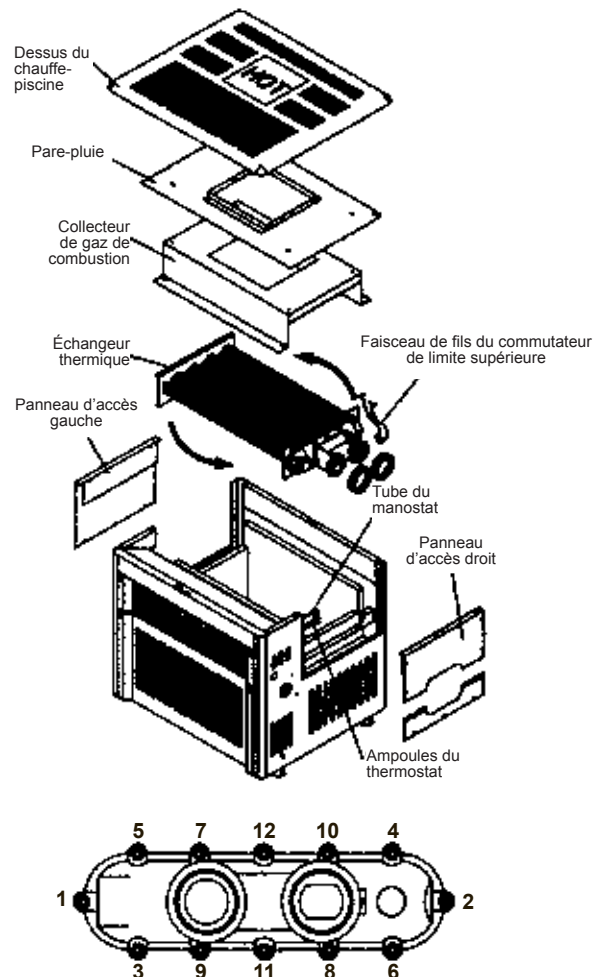

Figure 8
Le chauffe-piscine de série H a été conçu de manière à pouvoir établir les raccords d'eau du côté gauche ou droit du chauffe-piscine. Les raccords d'eau des chauffe-piscines livrés de l'usine sont installés du côté droit de l'appareil. Pour raccorder la tuyauterie du côté gauche de l'appareil, suivre les instructions pas-à-pas fournies ci-dessous et se reporter à l'illustration de la figure 8. Un technicien d'entretien formé doit effectuer ces étapes avant d'installer le chauffe-piscine.
14. Serrer les écrous à un couple de 5 à 7 lb-pi selon la séquence montrée à la figure 8. Installer la sortie de vidange enlevée précédemment dans le collecteur inférieur et poser le bouchon de laiton. Utiliser du mastic neuf sur les filets de ces pièces avant de les réinstaller. Ne pas trop serrer.